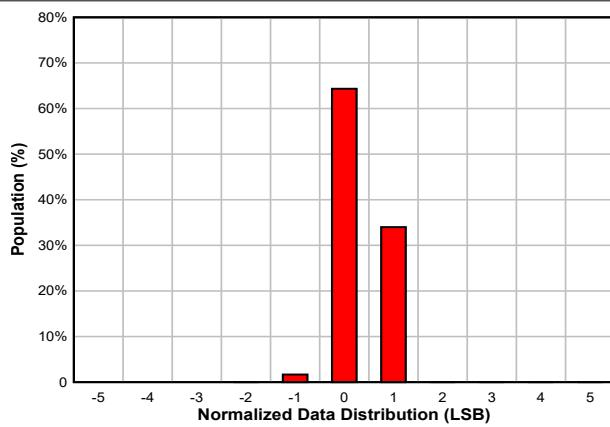

図 7-12. 変換時間 5.5ms、平均化オンでのデータの分散 (16 ビット・フォーマット)
- (1) 再現性とは、測定した温度が同じ条件の下で連続的に適用されたときに、測定値が再現されるかどうかです。図 7-12 を参照してください。
- (2) 長期安定性は、 $150^\circ C$ の接合部温度での加速動作寿命テストを使用して決定されます。
- (3) バス・パワー・モードでは、 $V_S = V_{PUR}$ です。電源モードでは、 $V_S = V_{DD}$ です。
- (4) 変換の間の静止電流。
- (5) アクティブ温度変換または EEPROM の読み取り、およびプログラム動作のためにバス・プルアップ抵抗のサイズを決定するには、プルアップ電流パラメータが必要です (セクション 8.3.3 を参照)。